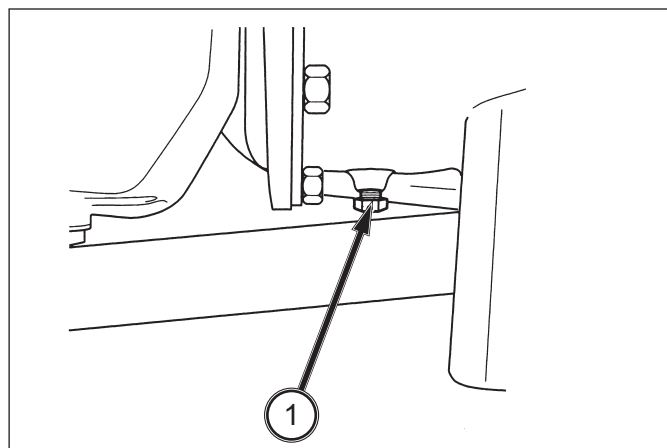

ABB. 158
ABB. 158: Einmal pro Jahr, oder wenn die Kupplung durchrutscht, muss der Verschlussstopfen (1) an der Unterseite des Kupplungsgehäuses entfernt werden. Wenn Öl aus der Dichtung der hinteren Kurbelwelle und/oder aus der Antriebswelle austritt, läuft es an dieser Stelle heraus. Wenden Sie sich bei einem Ölleck an Ihren ISEKI-Händler.